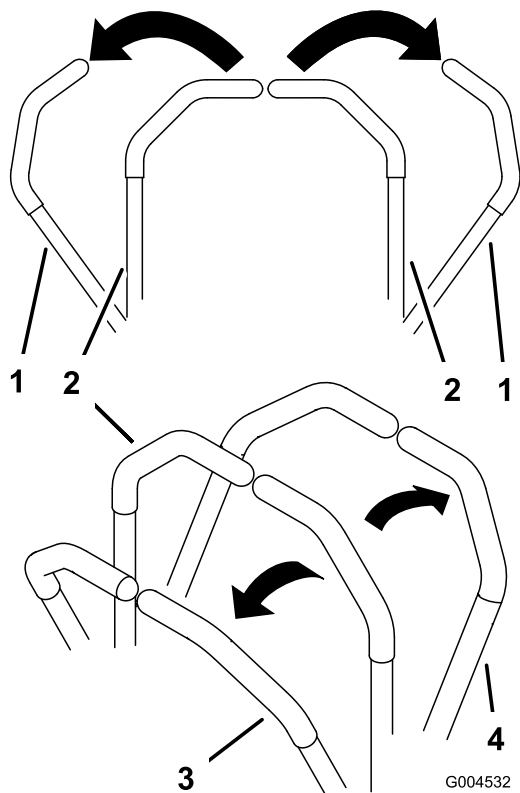

Figura 13
2. Para ir hacia adelante, empuje lentamente las palancas de control de movimiento hacia adelante (Figura 13).
Para ir recto, aplique la misma presión a ambas palancas de control de movimiento (Figura 13).
Para girar, deje de empujar la palanca de control de movimiento del lado al que desea girar (Figura 13).
2. Para ir hacia atrás, tire lentamente de las palancas de control de movimiento hacia atrás (Figura 13).